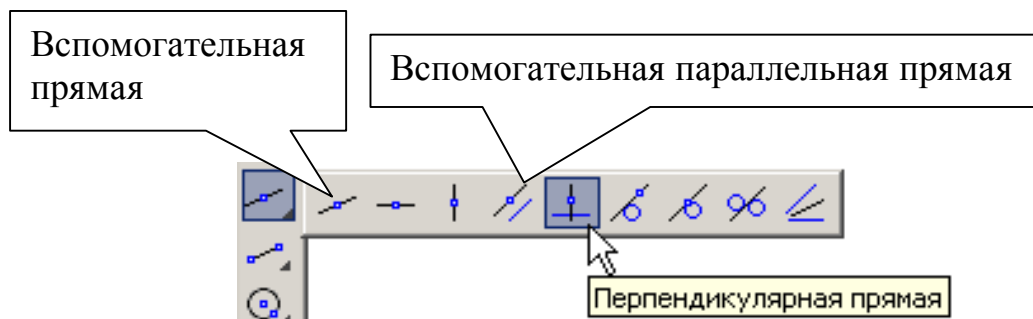
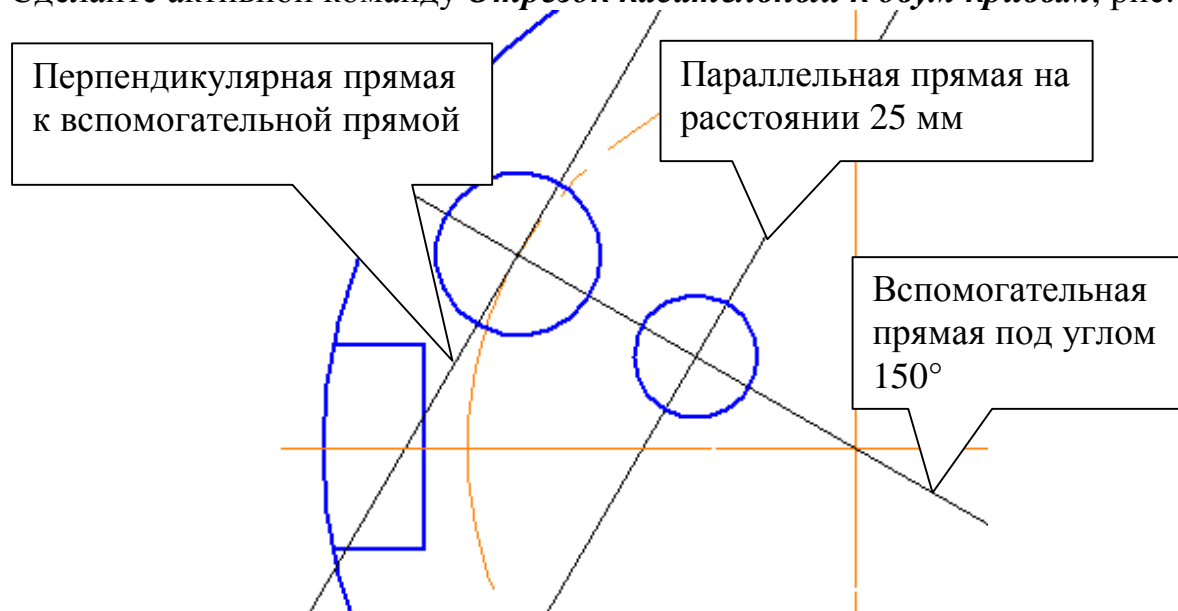
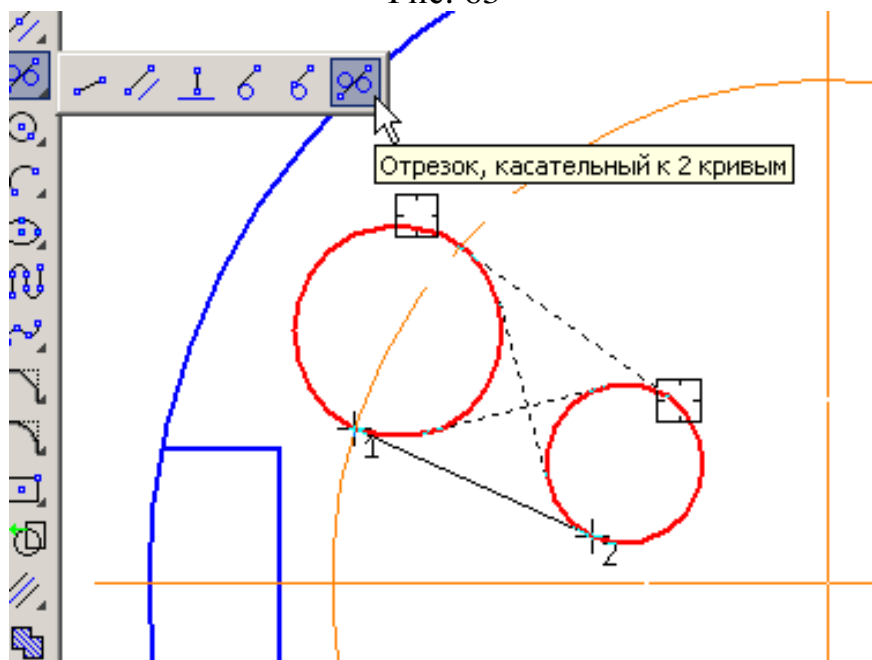

Рис. 61
Рис. 63
Рис. 64
4. Постройте паз глубиной 10 мм и шириной 20 мм. Для этого на панели **Геометрия**  сделайте активной команду вспомогательных построений **Перпендикулярная прямая**, рис. 61. На запрос системы *Укажите кривую для построения перпендикулярной кривой* покажите курсором горизонтальную центровую линию и подведите курсор к левой точке пересечения окружности Ø 120 с горизонтальной центральной линией, рис. 62. **Создать объект** .
Выберите из вспомогательных прямых параллельные, рис. 61. В строке параметров включите одну прямую
- Для построения отверстия необходимо определить центры окружностей  $\varnothing 12$  и  $\varnothing 16$ . Нажмите кнопку **Вспомогательная прямая** на панели **Геометрия** . Угол наклона в строке параметров  $150^\circ$ , рис. 63. Зафиксируйте положение прямой в начале координат. Сделайте активной
команду **Перпендикулярная прямая** , рис. 61, и постройте ее согласно рис. 63. От нее с помощью параллельной прямой  (в режиме включите одну прямую ) отложите расстояние «25». Постройте две заданные окружности без центровых линий. Удалите вспомогательные прямые. Сделайте активной команду **Отрезок касательный к двум кривым**, рис. 64.